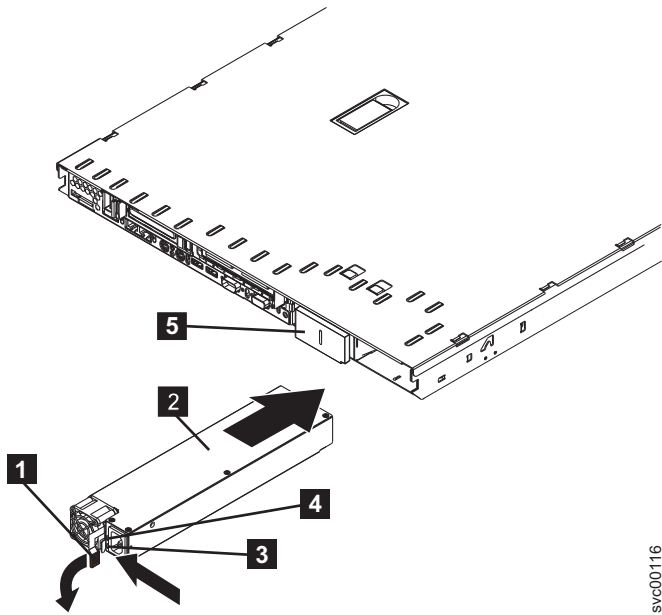

図 162. SAN ボリューム・コントローラー 2145-8F2 電源機構
- a. 電源機構の後部のハンドル **1** を下方に回して開位置にし、電源機構を電源機構ベイに向かってスライドさせます (194 ページの図 162 を参照)。